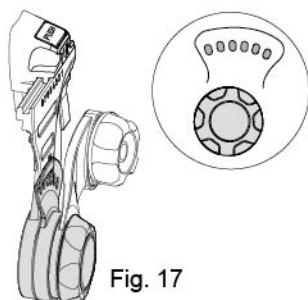

Fig. 17
- Juster hvilepositionen og rotationsområdet ved at løsne spændingsgrebet, dreje håndtaget til en af de tre positioner og stramme spændingsgrebet (se fig. 17).